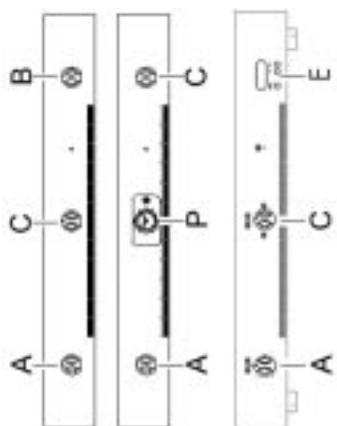

fig. 10
DESCRIZIONE COMANDI (fig. 10)
DESCRIPTION OF CONTROLS (fig. 10)
DESCRIPTION COMMANDES (fig. 10)
DESCRIPCION MANDOS (fig. 10)
BESCHREIBUNG DER SCHALTVOORRICHTUNGEN (Abb. 10)
- premete leggermente la manopola del termostato A (fig. 10) e ruotarla in senso antiorario in posizione massima. Premere a fondo la manopola A per innescare l'accensione elettrica e tenerla premuta per alcuni secondi e tenerla premuta per alcuni secondi affinché il dispositivo di sicurezza si attivi
- press the thermostat knob A (fig. 10) slightly and turn it anticlockwise to maximum. Press knob A right in to trigger the electric ignition and keep it pressed for a few seconds to activate the safety device
- appuyer légèrement sur le bouton du thermostat A (fig. 10) et le tourner dans le sens anti-horaire jusqu'au maximum. Appuyer à fond sur le bouton A pour faire démarrer l'allumage électrique et le maintenir appuyer pour quelques secondes jusqu'à l'activation du dispositif de sécurité
- den Thermostatdrehknopf A (Abb. 10) etwas drücken und gegen den Uhrzeigersinn auf das Maximum drehen. Nun den Drehknopf A fest drücken, damit die elektrische Zündung erfolgt. Den Drehknopf ein paar Sekunden lang gedrückt halten, damit sich die Sicherheitsvorrichtung aktiviert
- presione levemente el botón del termostato A (fig. 10) y gire en sentido horario al máximo. Presionar a fondo el botón A para activar el encendido eléctrico y tenerlo presionado por algunos segundos hasta que el dispositivo de seguridad se active.